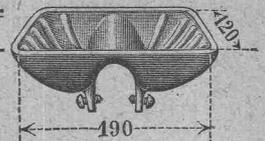

Fig. Z 840
- Fig. Z 840 Seifenschalen, zur Befestigung an der Zuflußleitung „ 4,25